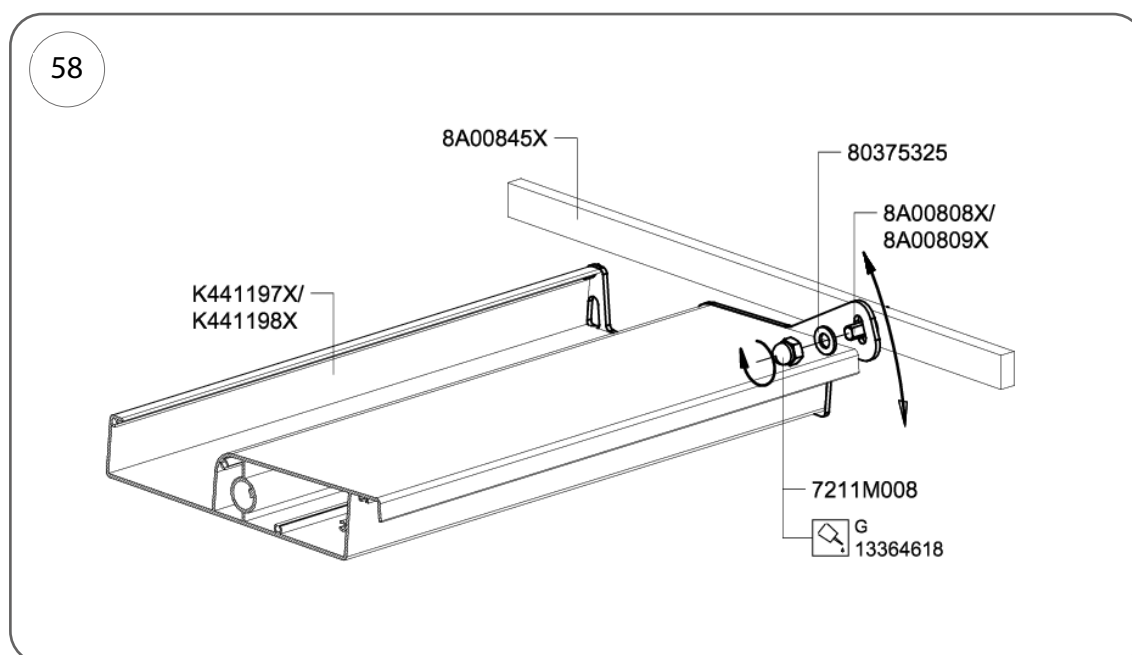

Fig. 58
4. În poziția complet închisă, verificați dacă profilele lamelor se potrivesc corespunzător. Corectări orice denivelare a acoperișului folosind sistemul de reglare prezentat în Fig. 58. Odată ce acoperișul este poziționat, fixați lamelele strângând piulița de blocare (nr. cat. 7211M008). Acoperiți filetul cu etanșant pentru filete, nr. cat. 13364618.